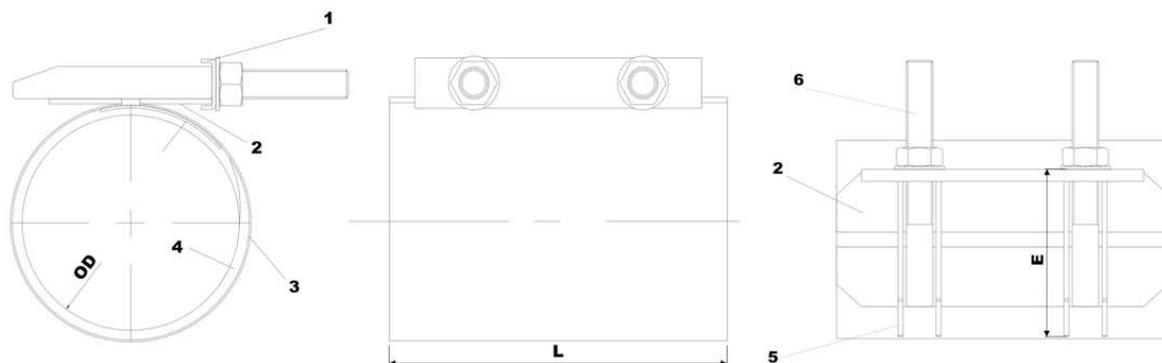

Рис.1 Хомут ремонтный нержавеющей стали.
Таблица №2. Спецификация материалов хомутов (Рис.1).
4.1. Хомут ремонтный состоит из бандажа, замка, листового уплотнения и крепежного комплекта (Рис.1).